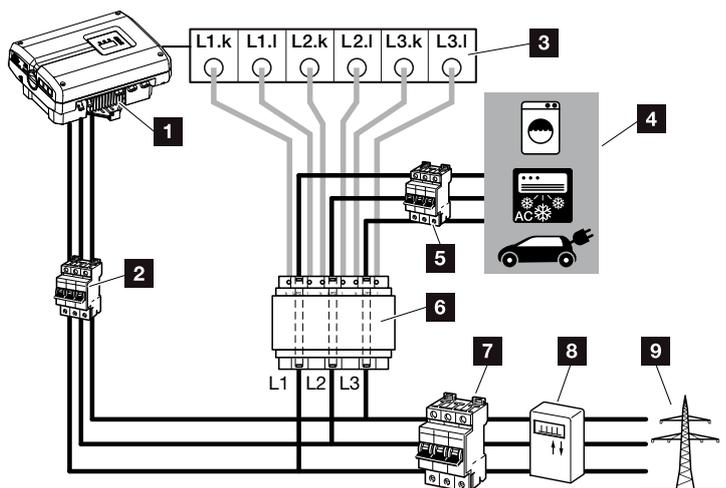
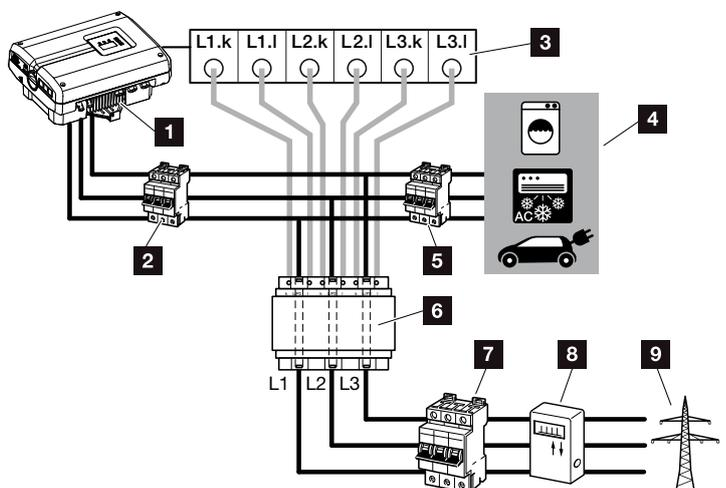

Fig. 74: **modalità 1** Posizione sensore di corrente per la misurazione del consumo domestico
Fig. 75: **modalità 2** Posizione sensore di corrente per la misurazione dell'immissione in rete
4. Posare il cavo correttamente, in base alla modalità, dall'inverter fino al quadro elettrico. **Fig. 74, Fig. 75**
6. Collegare il cavo a 6 fili dell'inverter secondo l'apposito schema. **Fig. 74**